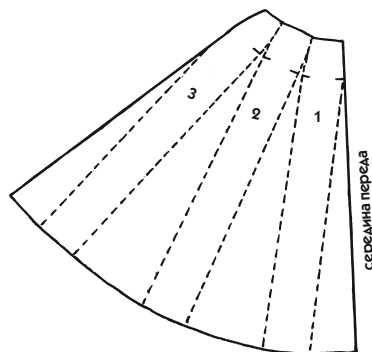

Рис. 233
- На этот раз с помощью тех же полос сделайте юбку с широкими фалдами (в приведенном примере на рис. 233 — около 20 см).